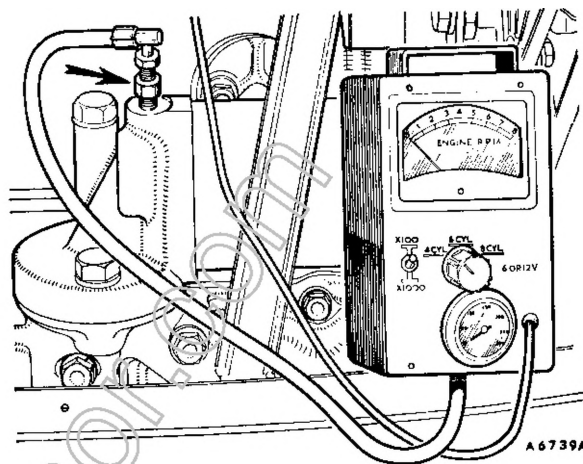

Fig. Fa. 6
2. Togliere il tappo per presa pressione sito sul filtro dell' olio del motore, avvitare l' attrezzo adattatore 18G677C e collegare l' attrezzo 18G 677Z (vedi figura Fa. 6) oppure impiegare un manometro (attrezzo 18G 502 A con tubo ed il raccordo 18G 502 K).
6. Collegare un contagiri adatto o quello dell' attrezzo 18G 677 o 18G 677 Z (vedi figura Fa. 6 qui seguente).